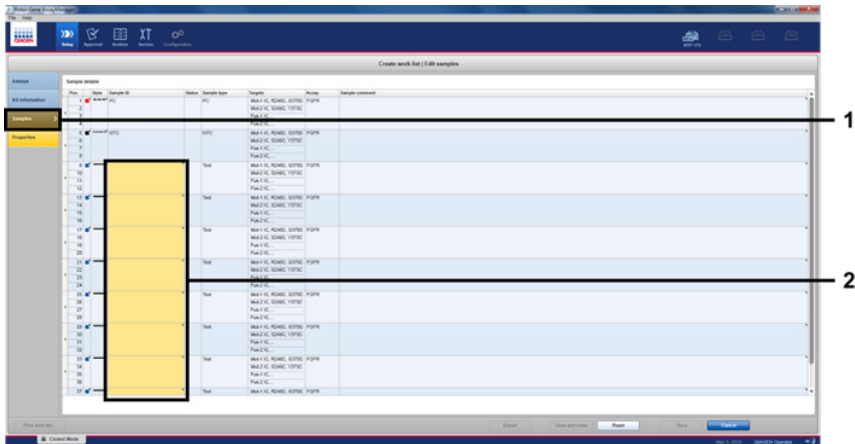

Figure 10. Créer la fenêtre principale de liste de tâches. 1 = onglet « Samples » (Échantillons) ; 2 = entrer les noms d'échantillons.
5. Cliquer sur l'onglet « Samples » (Échantillons) pour entrer les informations sur l'échantillon. Entrer le nom de l'échantillon manuellement (Figure 10).